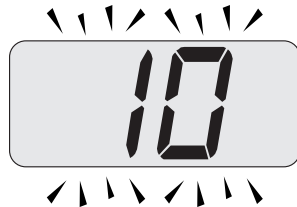

Figura 5.54
- Premere contemporaneamente i tasti 16 e 18 (Figura 5.51) fino a far apparire sul display LCD il valore del parametro 11 (10=60 secondi) (Figura 5.54).